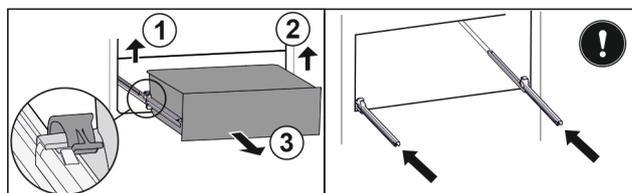

Fig. 118
- ▶ 提起左侧夹子，同时将抽屉左侧向前拉。 Fig. 118 (1)
- ▶ 提起右侧夹子，同时将抽屉右侧向前拉。 Fig. 118 (2)
- ▶ 朝前取出抽屉。 Fig. 118 (3)